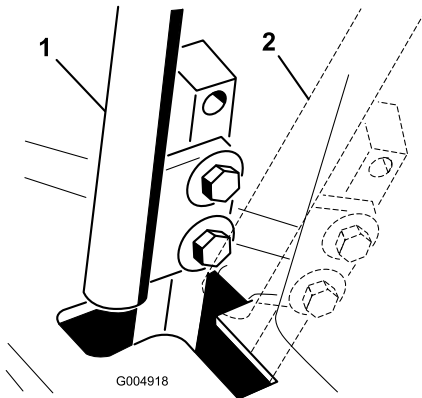

Figure 73
4. Placez un des leviers au point mort, **sans le verrouiller** (Figure 73).
6. Vérifiez la position du levier par rapport au cran de la console (Figure 73). Il doit être centré de façon à pouvoir pivoter vers l'extérieur jusqu'à la position de verrouillage du point mort.